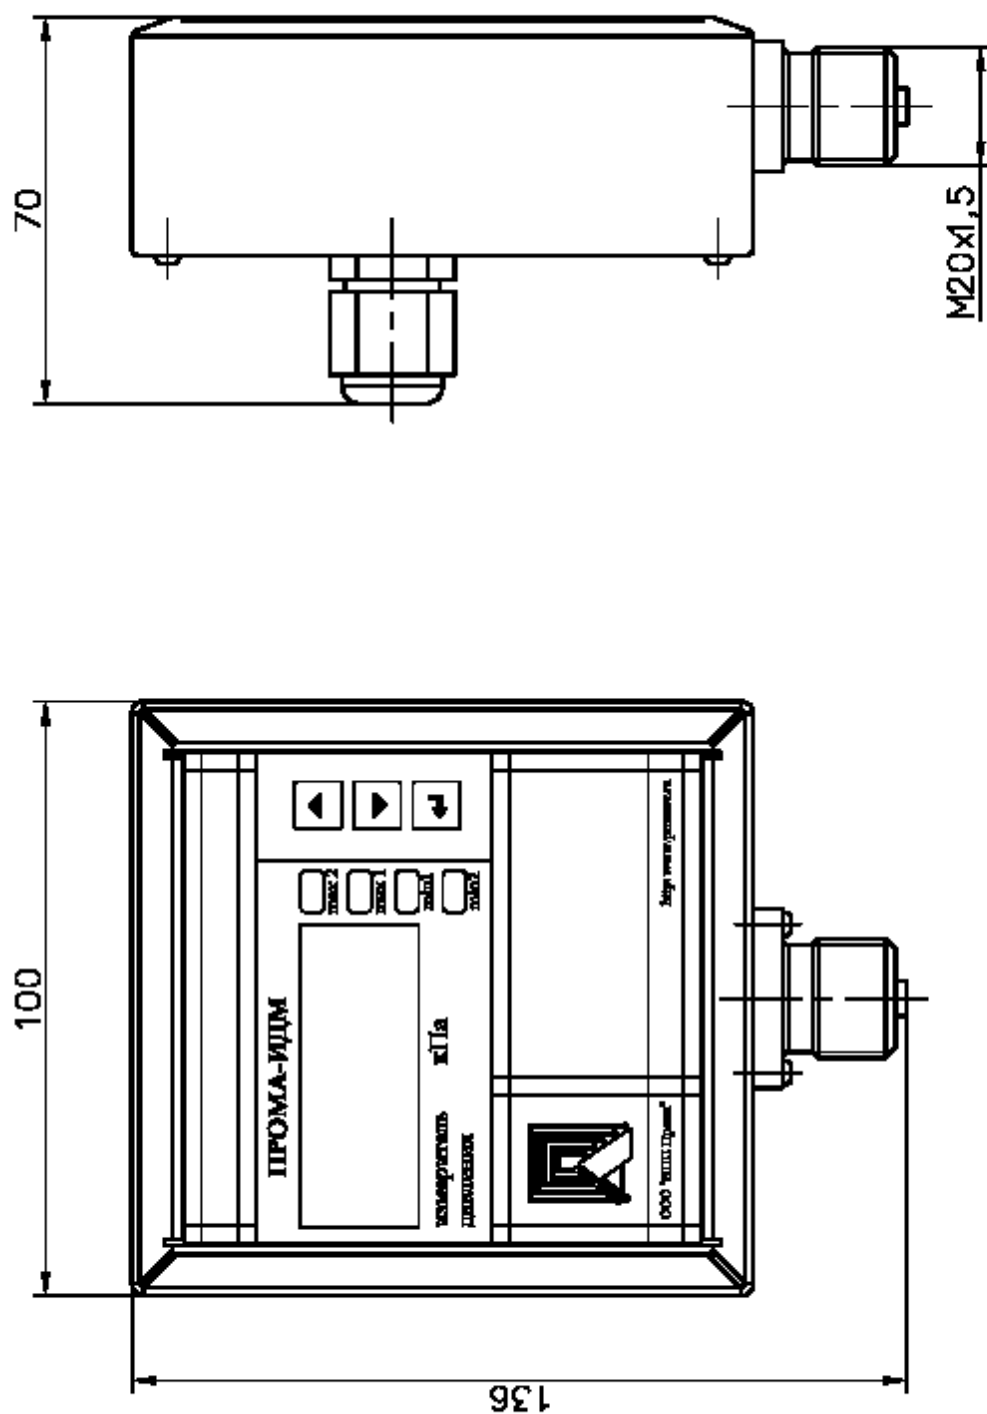

Рис. 3.2.Измеритель Прома-ИДМ-ДИ –Р (газ). Исполнение для
- Рис. 3.2. Измеритель Прома-ИДМ-ДИ-Р (газ). Исполнение для штуцерно-резьбового монтажа. Габаритный чертеж.